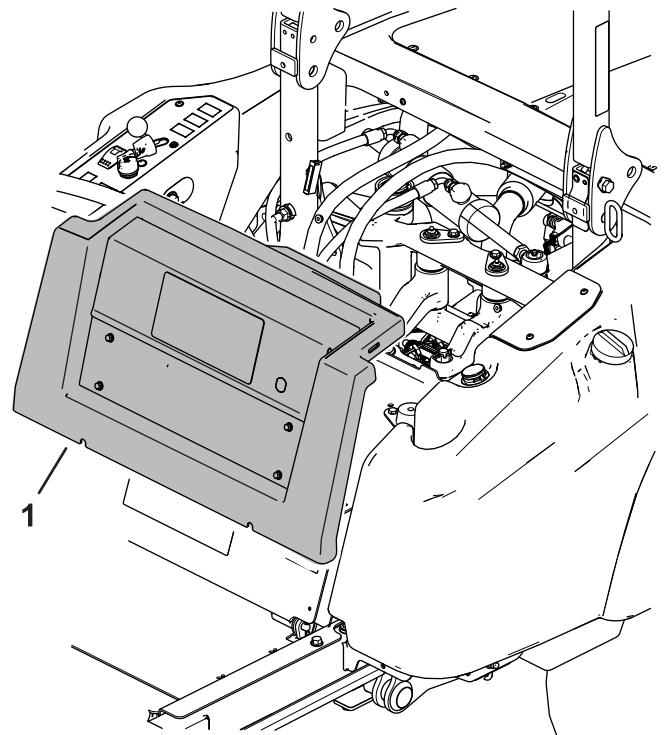

Рисунок 2
3. Отклоните задний кожух вперед или снимите его, чтобы получить доступ к проводам (Рисунок 1 или Рисунок 2).